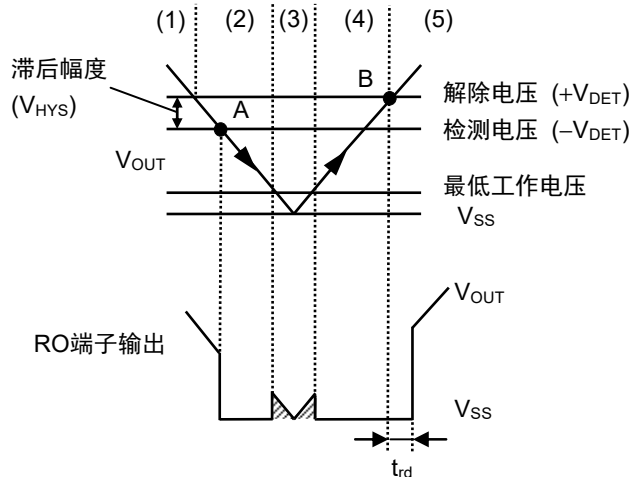

图22 检测器部分的时序图
- (1) 当稳压器的输出电压 (V_{OUT}) 大于或等于检测器的解除电压 ($+V_{DET}$) 时, N沟道晶体管 (N1, N2) 变为关, 向RO端子输出 "H"。此时, P沟道晶体管 (P1) 为开状态, 向比较器 (C1) 的输入电压为 $\frac{R_B \cdot V_{OUT}}{R_A + R_B}$ 。
- (2) 即使 V_{OUT} 降低到小于或等于 $+V_{DET}$ 时, 只要高于或等于检测电压 ($-V_{DET}$), 就能向RO端子输出 "H"。若 V_{OUT} 降低到小于或等于 $-V_{DET}$ (图22的A点) 时, 通过C1控制的N1变为开, C_{DLY} 被放电。同时, 由延迟电路控制的N2变为开, 向RO端子输出 "L"。此时, P1变为关, 向C1的输入电压为 $\frac{R_B \cdot V_{OUT}}{R_A + R_B + R_C}$ 。
- (3) 若 V_{OUT} 进一步下降到小于或等于最低工作电压时, RO端子的输出变得不稳定。若RO端子上被上拉时, 输出 "H"。
- (4) 若 V_{OUT} 上升到大于或等于最低工作电压时, 向RO端子输出 "L"。此外, 在 V_{OUT} 大于 $-V_{DET}$ 且小于 $+V_{DET}$ 的情况下, 输出为 "L"。
- (5) 再继续使 V_{OUT} 上升, 若上升到大于或等于 $+V_{DET}$ (图22的B点) 时, N1变为关, C_{DLY} 被充电。如 V_{DLY} 为阈值电压 (1.25 V (典型值)), 则由延迟电路控制的N2变为关, 向RO端子输出 "H"。